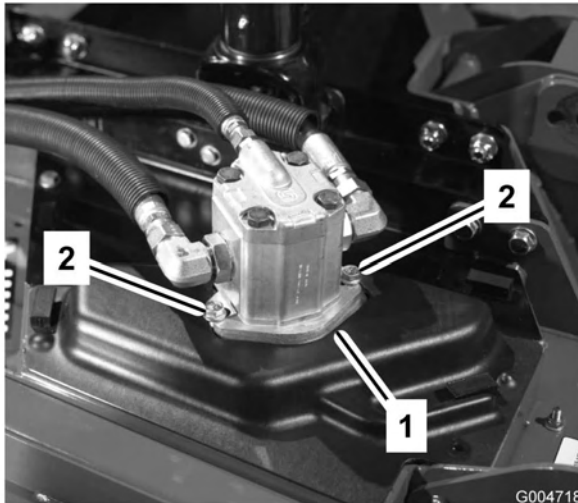

Bild 66
4. Entfernen Sie die Schrauben, mit denen der Hydraulikmotor am Mähwerk befestigt ist (Bild 66). Heben Sie den Motor vom Mähwerk ab und legen ihn auf die Oberseite des Mähwerks.